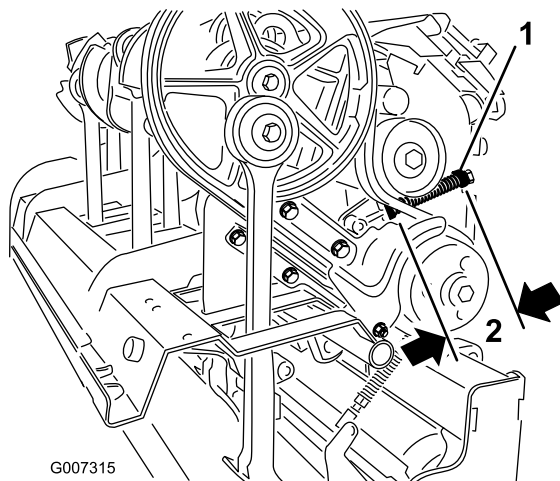

Figura 30
- C. Allentate il dado di bloccaggio che assicura la molla di arresto (Figura 30).
- D. Regolate la molla di arresto fino ad ottenere la lunghezza necessaria della molla compressa (Figura 30).